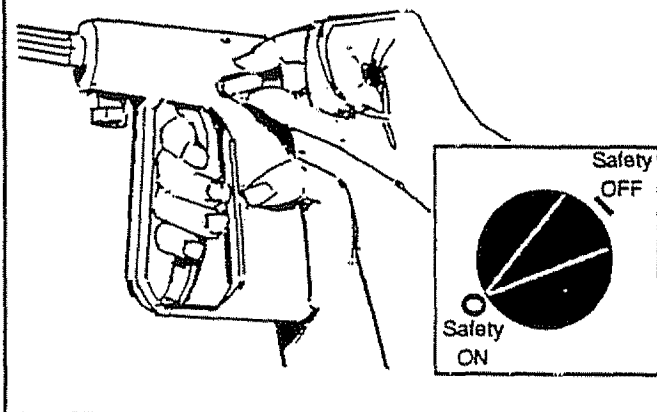

FIG. 13
- Aplique el cerrojo de seguridad al gatillo de la pistola de rociado (Fig. 13).